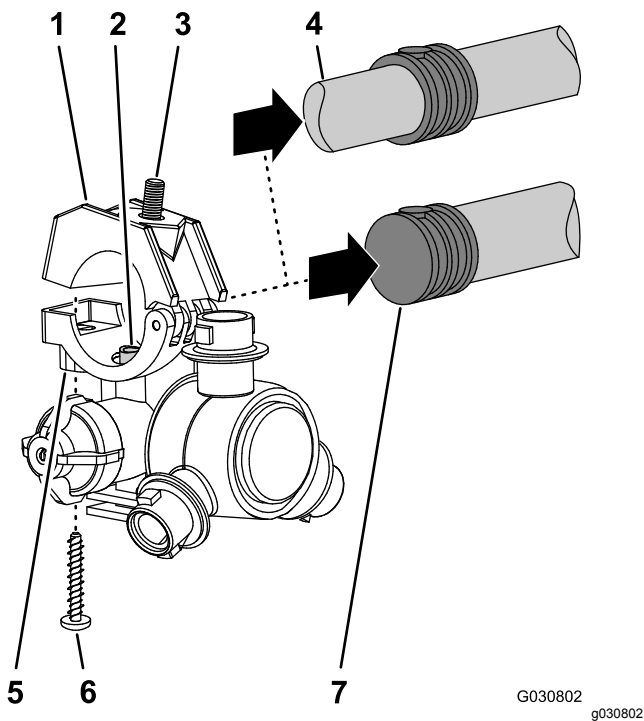

Bild 133
5. Arbeiten Sie mit den acht Sprühdüsen, die Sie in Schritt 1 entfernt haben, und nehmen Sie die Edelstahlschrauben (Nr. 2 x 1-1/4") ab, mit der die oberen Klemmenhälften und der gezahnte Einzelschlauch- oder Doppelschlauchschaft (3/4") am Gehäuse jeder Sprühdüse befestigt sind; nehmen Sie die gezahnten Schlauchschaft ab (Bild 133).